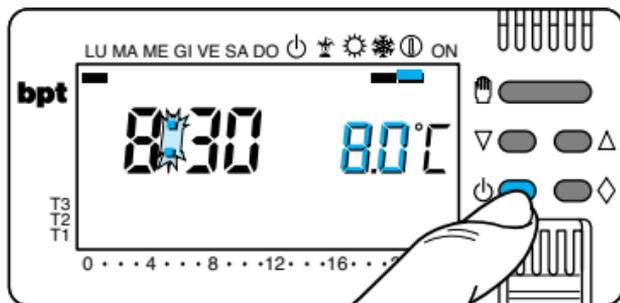

Fig. 48
10.1 - Premere una sola volta il pulsante ⏻ (fig. 48).